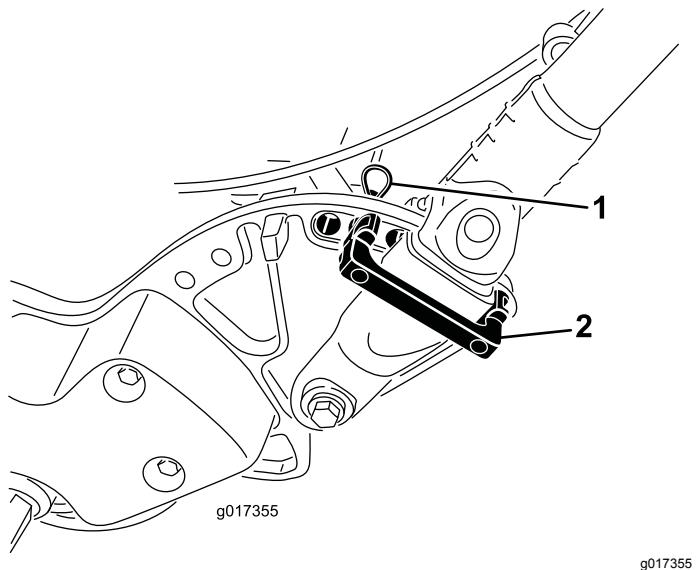

Figura 9
1. Sujetando el manillar, retire las bridas que fijan las abrazaderas del manillar a las placas laterales (Figura 9).
2. Gire el manillar hasta la posición de funcionamiento que desee e inserte un retenedor sobre la abrazadera del manillar y en los orificios correspondientes de la placa lateral (Figura 9).
3. Fije la abrazadera en su posición con un pasador de horquilla (Figura 9).